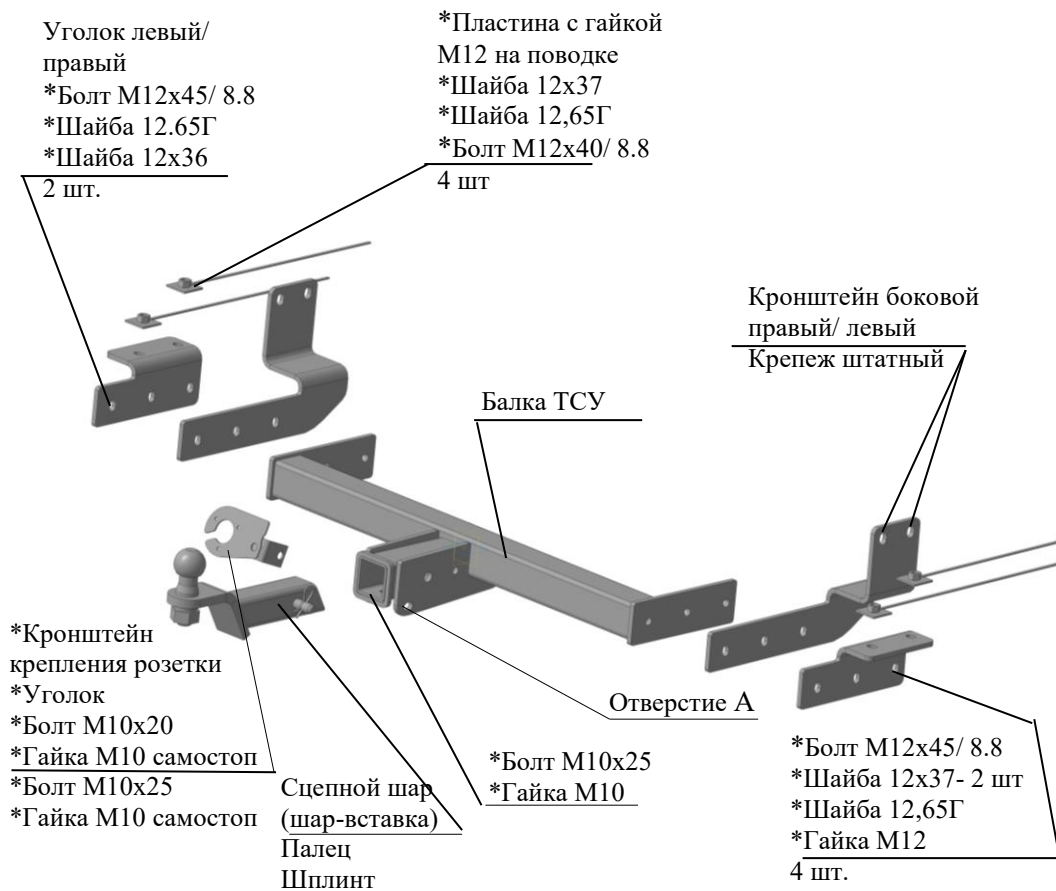

Рис.1 Тягово-цепное устройство ТСУ 7940.
2.1 ТСУ 7940 в сборе (рис.1)	1 шт.
2.2 Пакет с комплектующими (см. рис.1)+защитный колпак	1 шт+1 шт.
4.2 Установить левый и правый кронштейны к внешним сторонам лонжеронов, закрепить штатным крепежом, крепеж не затягивать. Установить уголки левый и правый к нижним поверхностям лонжеронов, используя пластины с гайками М12 на поводках и крепеж соответственно рис.1, крепеж не затягивать.
4.3 Установить балку между боковыми кронштейнами, скрепить с боковыми кронштейнами и уголками болтами М12х45 и крепежом соответственно рис.1. Крепеж не затягивать.